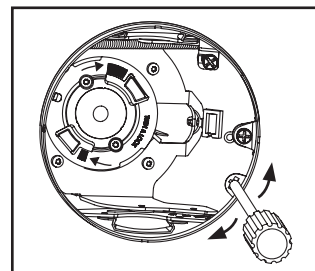

Figura 18.
- Gire el mecanismo a la posición deseada, por medio de la lengüeta de posicionamiento y el destornillador (Figura 18.).